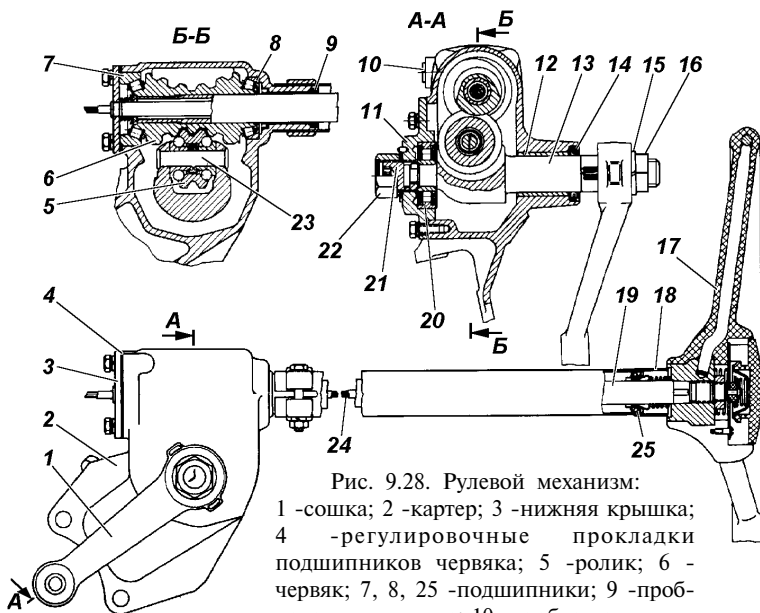

Рис. 9.28. Рулевой механизм:
Регулировку затяжки подшипников червяка производите с помощью прокладок 4 (рис. 9.28), установленных между картером и нижней крышкой картера рулевого механизма, в следующей последовательности:
4. Вращая регулировочный винт 21 (рис. 9.28) по часовой стрелке, устраните зазор в зацеплении.